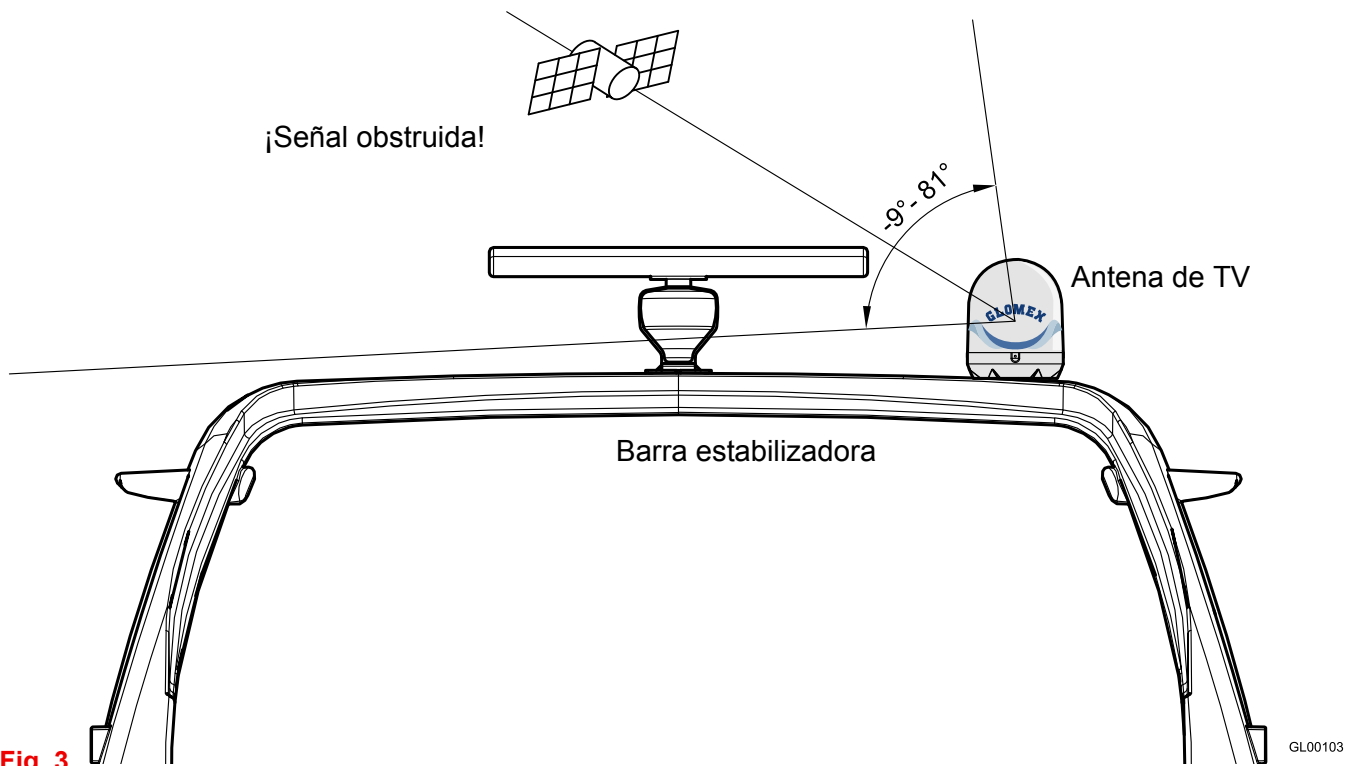

Fig. 3
- la antena requiere un ángulo de elevación entre -9° y 81° para recibir señales satelitales (Fig. 3).